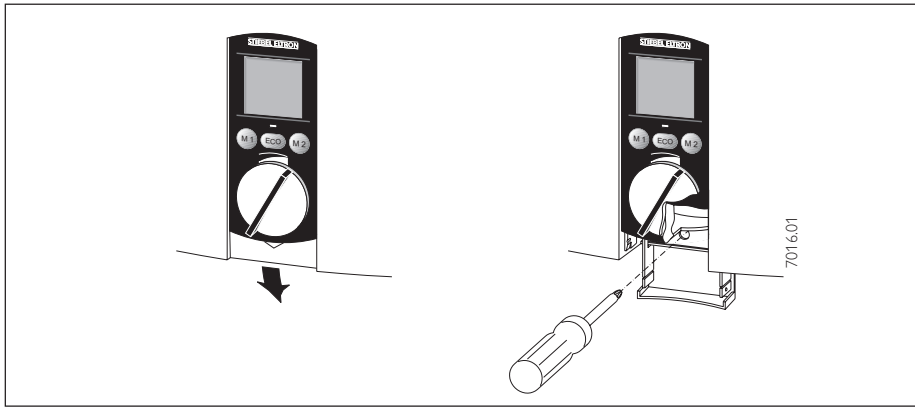

Abb. 11 / Fig. 11 / Afb. 11
- Abdeckklappe (Abb. 11) öffnen, Befestigungsschraube lösen, Geräteklappe abnehmen.
- Open cover plate (Fig. 11), loosen fastening screw, remove unit cover.
- Ouvrir le capot (fig. 11). Desserrer la vis de fixation, déposer le capot de l'appareil.
- De afdekklep (Afb. 11) openen, bevestigingsschroef losdraaien, de kap van het toestel afnemen.